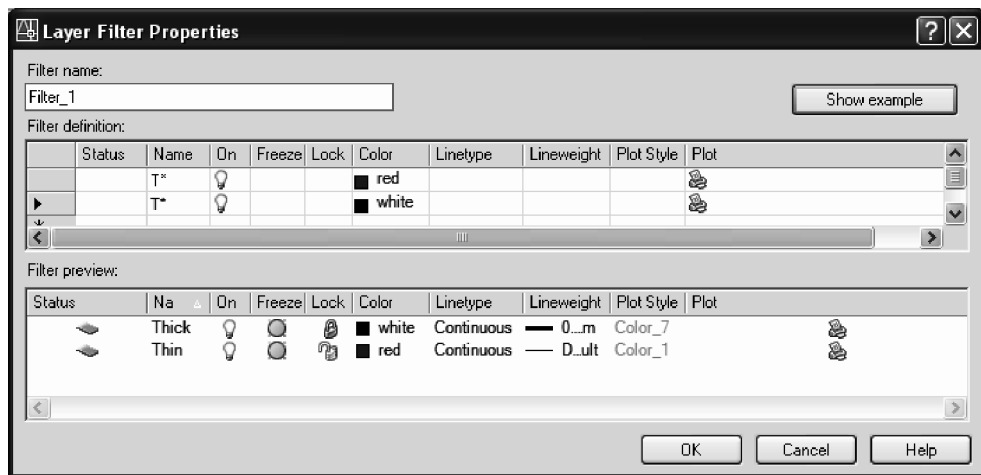

Fig. 5.28 Fereastra **Layer Filter Properties**
2. În fereastra **Layer Properties Manager** se acționează butonul **New Property Filter**, ceea ce are ca efect apariția ferestrei **Layer Filter Properties** din Fig. 5.28.